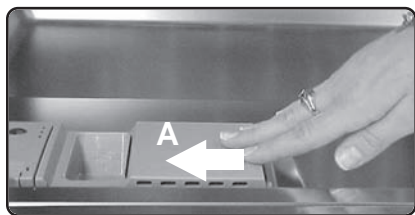

Figure 18/Ilus. 18
1. Open the detergent dispenser cover by pressing the blue release tab **into the dispenser cover as shown** in Figure 18, arrow A. **Note: Pushing down on the release tab will not open the cover.**
1. Si le couvercle du distributeur de détergent est fermé, l'ouvrir en pressant la languette de dégagement **dans le distributeur**, comme à la figure 18. **Remarque : en poussant la languette de dégagement, cela n'ouvre pas le couvercle.**
1. Abra la cubierta del surtidor de detergente por medio de oprimir la lengüeta de desenganche azul hacia adentro de la cubierta, tal como indica la flecha A en la Ilustración 18. Nota: La cubierta no se abre cuando se oprima la lengüeta de desenganche.